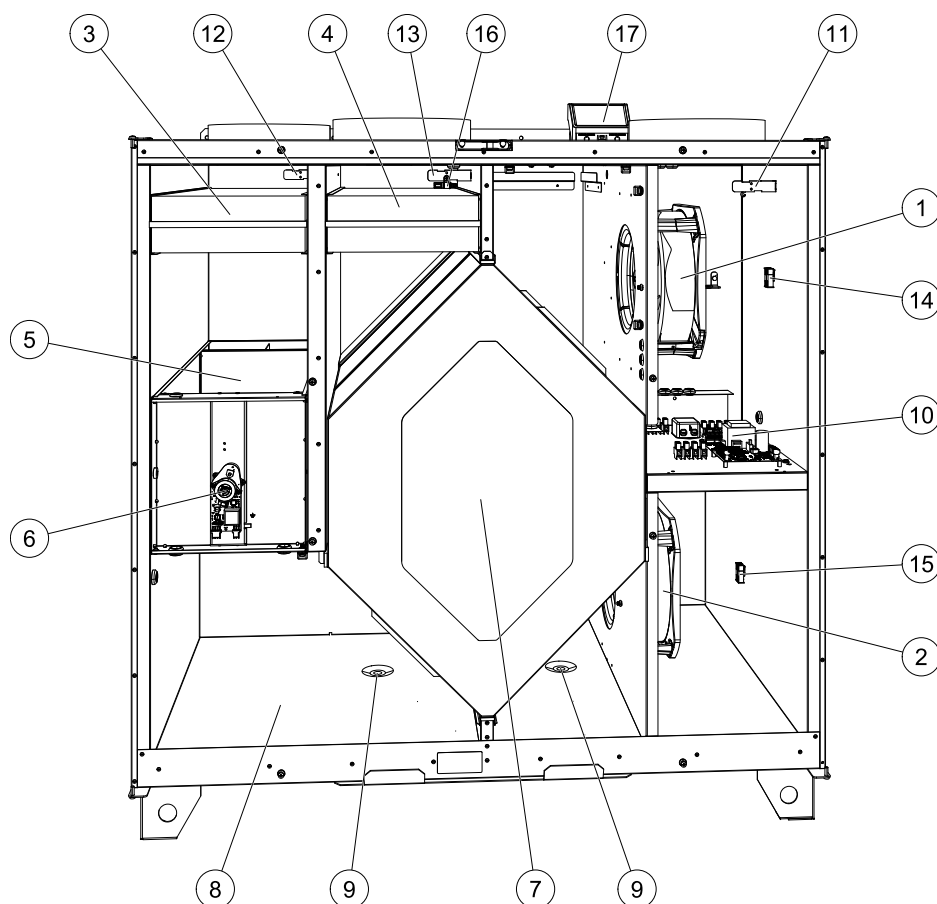

Рис. 11 Компоненты
Встроенный перепускной клапан (поз. 5 рисунок 11) участвует в режиме защиты от обмерзания, рекуперации холода и контроле температуры приточного воздуха установки. Двигатель управляется с помощью аналогового сигнала 0–10 В.
В зависимости от относительной влажности вытяжного воздуха на холодных поверхностях теплообменника может образовываться конденсат. Водяной конденсат собирается в поддон (поз. 9 рисунок 11) в основании установки и выводится через сливные отверстия (поз. 10 рисунок 11), расположенные с каждой стороны теплообменника. Сливные отверстия имеют размер 1/2" и наружную резьбу под подсоединение труб (глава 5.3.1).
- датчик температуры приточного воздуха (поз. 11 рисунок 11)
- датчик температуры наружного воздуха (поз. 12 рисунок 11)
- датчик температуры вытяжного воздуха (поз. 13 рисунок 11)